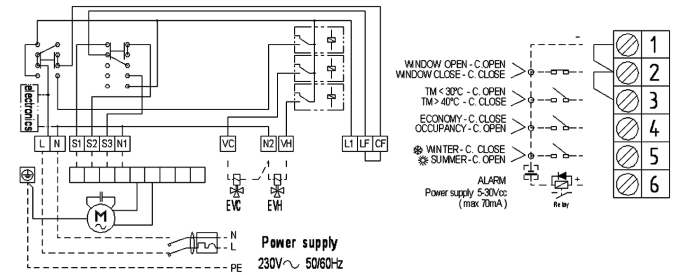

Fig. 6
- E.** Inserire i fili (cablaggio fisso) nelle apposite feritoie presenti sulla base ed regolare come indicato in Fig. 6 ed eseguire i collegamenti alle morsettiere in conformità allo schema elettrico presente sul ventilconvettore ed allo schema del regolatore (Fig. A).
- F.** Bloccare i fili/cavi, nel quadro comando utilizzando le fascette inserite nelle apposite ase (Fig. 6). Riagganciare la protezione del quadro comandi alla base e bloccarla con l'apposita vite come riportato in Fig. 2. Verificare che i cavi di collegamento abbiano un fissaggio e percorso tale da non compromettere l'integrità del comando e/o che non possano provocare alcun danno a persone, cose e animali.
- E.** Insert the wires (factory pre-wired cable) through the slots in the base as indicated in Fig. 6 and make the electrical connections accordingly to the electric wiring diagram supplied with the fancoil and to the diagram of the controller itself (Fig. A).
- F.** Fix the wires to the base of the control panel by using the given clamps (Fig. 6). Fix back the cover box to the base with the screw as shown in Fig. 2. Verify that the connection cables are fixed and have a path in such a way that they do not damage the controller and they cannot be of danger to persons, objects or animals.
- E.** Introduire les câbles (cablage fixe) dans les guides à la base du régulateur comme indiqué sur la Fig. 6 et faire les connexions aux bornes conformément au schéma électrique du ventil-convecteur et du régulateur (Fig. A).
- F.** Bloquer les câbles dans le boîtier électrique en utilisant les colliers presse étoupes (Fig. 6). Raccrocher le capot du boîtier électrique sur sa base et le bloquer avec la vis comme indiqué en Fig. 2.